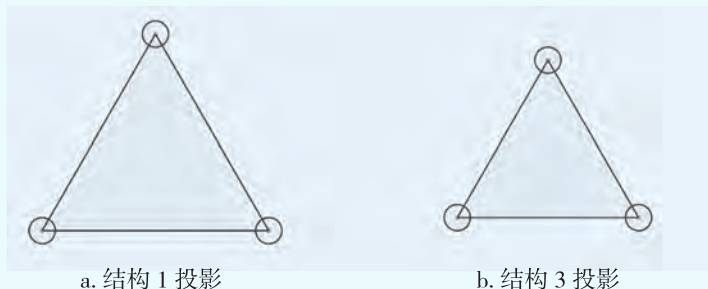

图 1.23 投影（二）
3. 制作橡皮支撑结构 3：三根木棍垂直投影所形成的等边三角形的面积小于橡皮支撑结构 1，如图 1.23 所示。